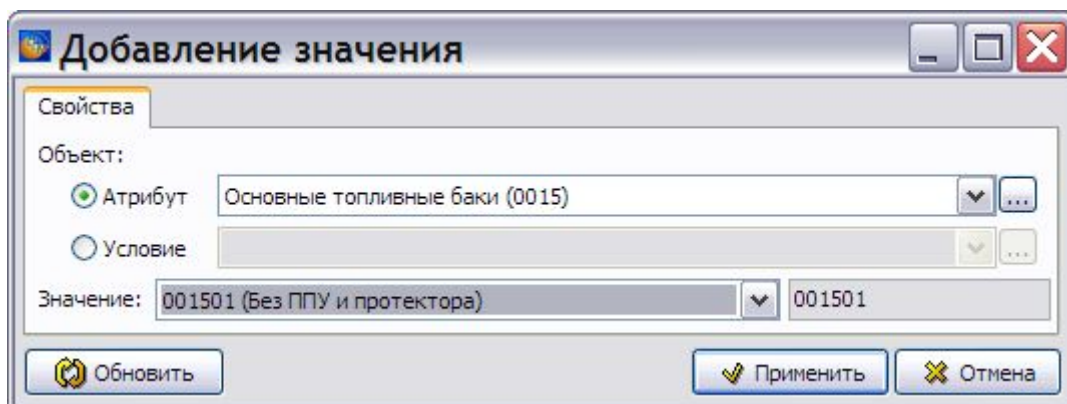

Рис. 10.30
6. В окне **Добавление значения** из выпадающих списков выберите атрибут «Основные топливные баки» и его значение «001501 (без ППУ и протектора)» (Рис. 10.30).